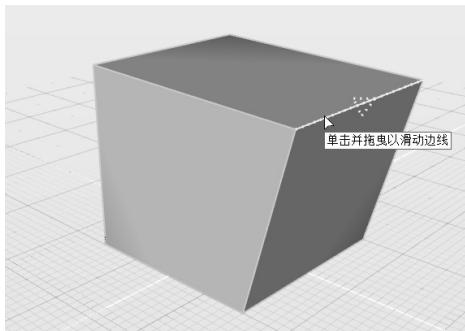

图 6-12 对可编辑边线进行转换操作
3) 将鼠标光标悬停至任意一条边线, 出现提示“单击并拖曳以滑动边线”, 此时可按住鼠标左键对该边线进行拖曳移动, 或进行其他旋转、缩放等转换操作, 如图 6-12 所示。